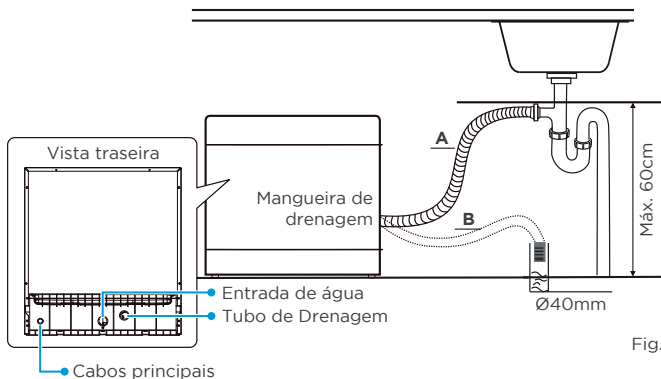

Fig. 3
2. Deve-se ter cuidado para que a mangueira não seja dobrada ou prensada. A ponta livre da mangueira deve ficar com uma altura menor que 60 cm e não deve ser imersa em água para evitar refluxo (Fig. 3).